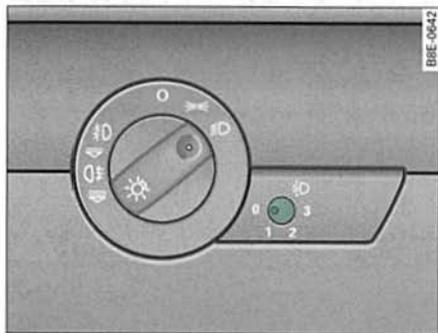

Fig. 66 Regulación del alcance de las luces
- Pulse brevemente el botón  => fig. 66, para sacarlo de su posición de ajuste.